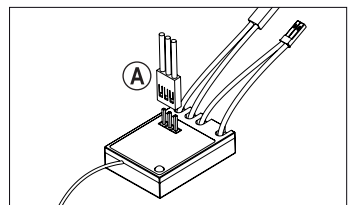

Bild 6
In Bild 6 sehen Sie auch den Anschlussstecker des Lenkservos (A). Der Stecker kann nur in zwei Positionen an den Empfänger angesteckt werden. Der Servostecker ist dann korrekt angesteckt, wenn das braune (bzw. schwarze) Kabel des Servosteckers auf „-“ eingesteckt wird (Kennzeichnung am Empfänger beachten).